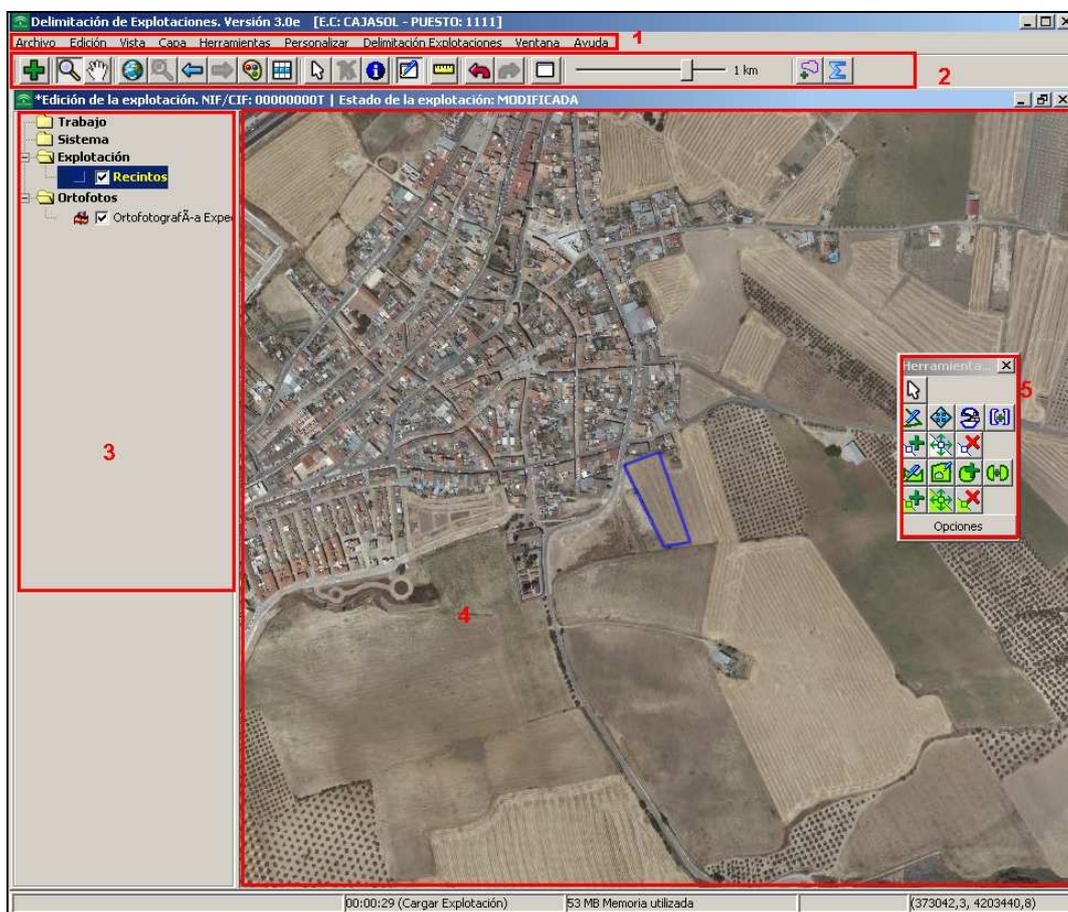

Fig. 15
La pantalla principal de la aplicación se divide en cuatro zonas principales (Fig. 15):
- Barra de menús. Fig: 15 - 1
- Barra de botones. Fig: 15 - 2
- Menú lateral de capas. Fig: 15 - 3
- Espacio Principal de trabajo. Fig: 15 - 4
- Barra de edición flotante. Fig: 15 - 5